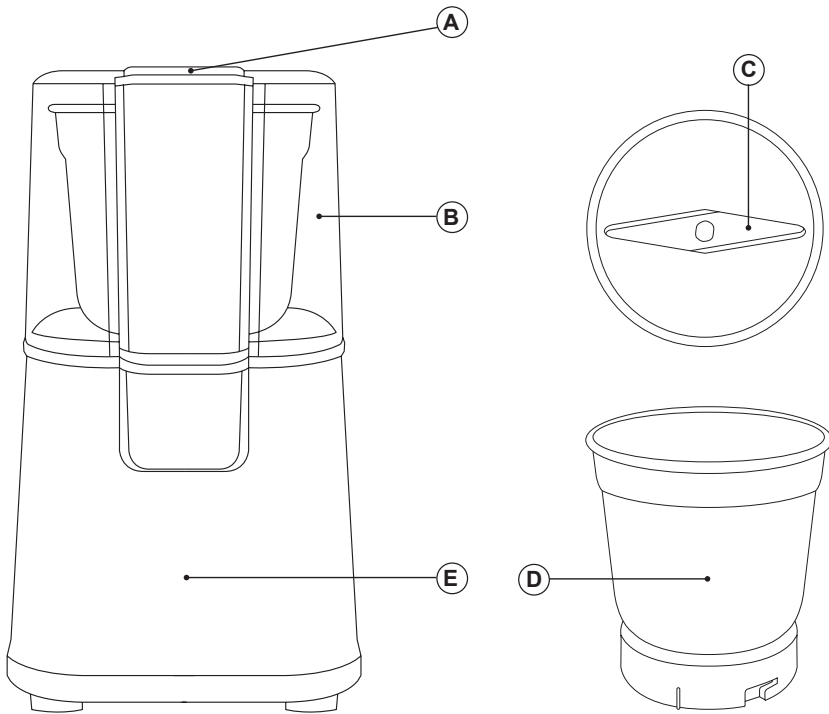

Fig. 1
- Respetar la indicación de nivel MAX (Fig.1).